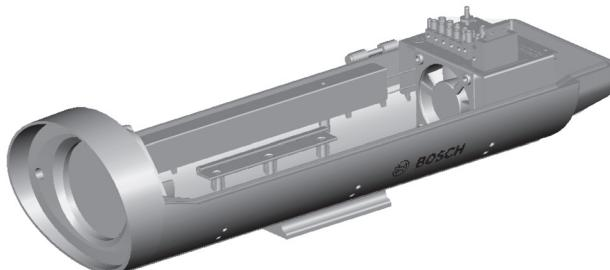

図 5.5 カメラトレイ全体をスロットへ差し込む
- 図 5.5 のように、ハウジングのヒンジに近いスロットに、カメラトレイを差し込みます。これまでに組み立てた部品全体を、ハウジングのウィンドウ正面から約 5mm 前方へスライドさせます。ねじを適切なねじ穴に差し込み、締めます。